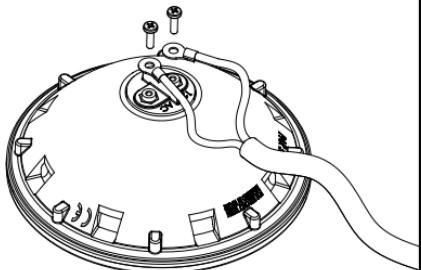

Fig. 5
- Coloque a lâmpada de Leds PAR 56 2.0 adquirida, efetuando a ligação elétrica com os dois parafusos de ligação (Fig. 5).